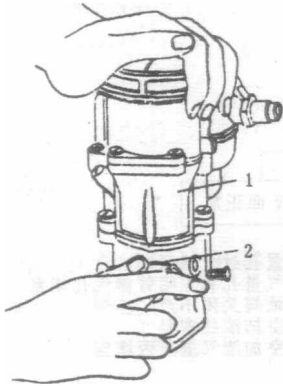

图 1-7 急加速检查
(1)在突然开大节气门时,发动机转速不能随之提高,这时拉动阻风门拉线,使阻风门关闭,或用手按着化油器口(见图 1-7),若发动机转速能随之提高,说明是混合气过稀的缘故。